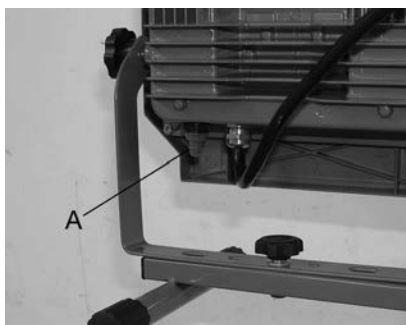

FIGURE 8
Chaque lampe de travail est muni d'un interrupteur étanche à l'épreuve d'intempéries (A) Fig.8 qui se trouve à l'arrière de la lampe de travail. Pour mettre la lampe de travail en marche (ON), appuyez l'interrupteur une fois. Appuyez l'interrupteur une deuxième fois pour l'éteindre (Off). Toujours éteindre les lampes de travail avant de débrancher de la source d'alimentation.